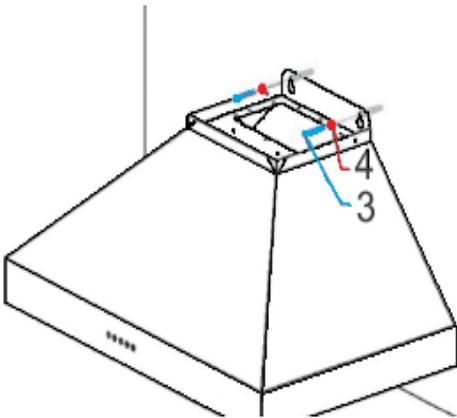

Figure 2.
3. Placez la hotte sur le mur avec le centre de la ligne de verticale et assurez-vous que la partie inférieure du capot s'aligne sur la ligne horizontale. Avec la hotte en position, marquer le mur au centre des trous du support et retirer la hotte du mur. Enfin percer les trous et fixer les vis de montage. **REMARQUE** : Assurez-vous que vous laissez les têtes des vis de montage sortie de 1/4po pour installer la hotte. *Figure 2*